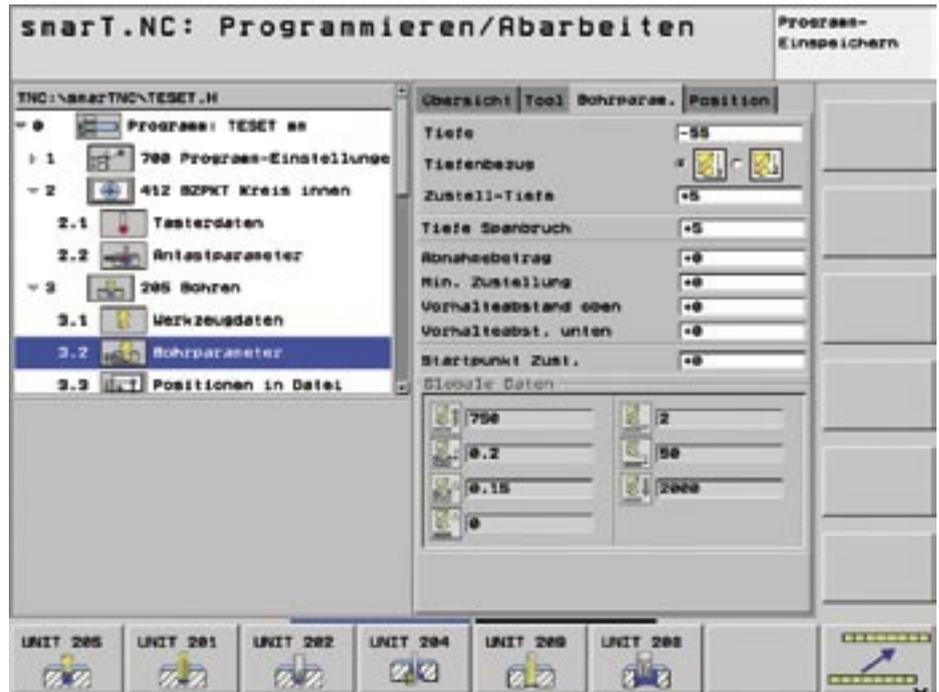

Bild 6: Arbeitsplandarstellung in Baumstruktur
- Die Zweiteilung des Bildschirms bei smarT.NC ermöglicht auf der linken Seite schnelles Navigieren innerhalb des strukturierten Arbeitsplanes. Auf- und Zuklappen verschiedener Ebenen zeigt übersichtlich geordnet die programmierten Bearbeitungsschritte. (Bild 6)